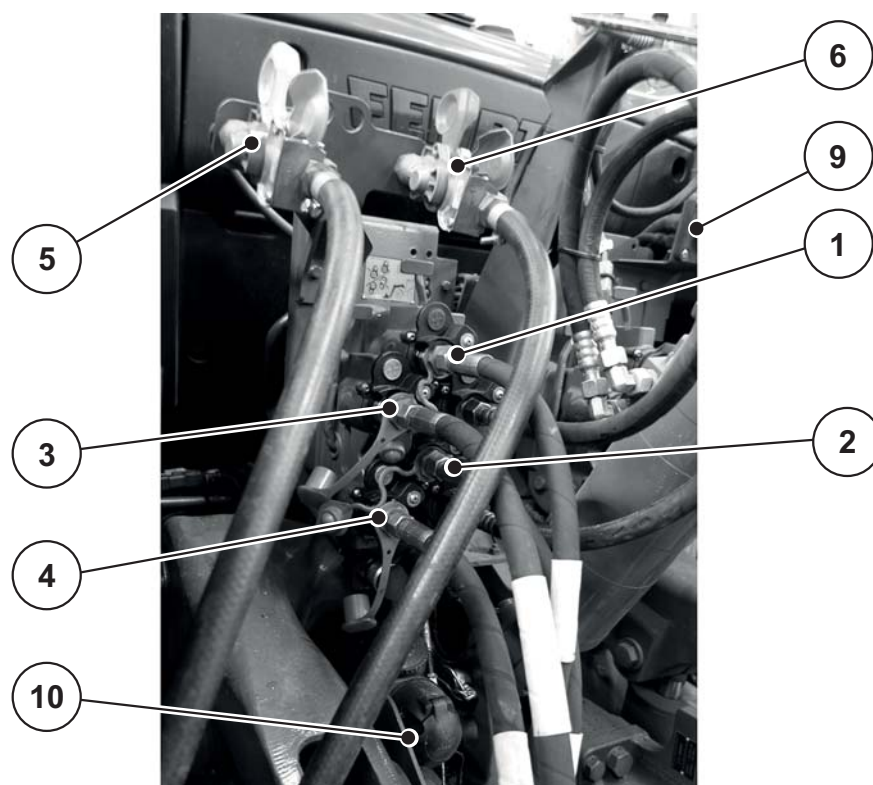

Рисунок 6.6: Порядок подключения разбрасывателя для больших площадей AXENT
- Соблюдайте порядок подключения: См. Рис. 6.6.